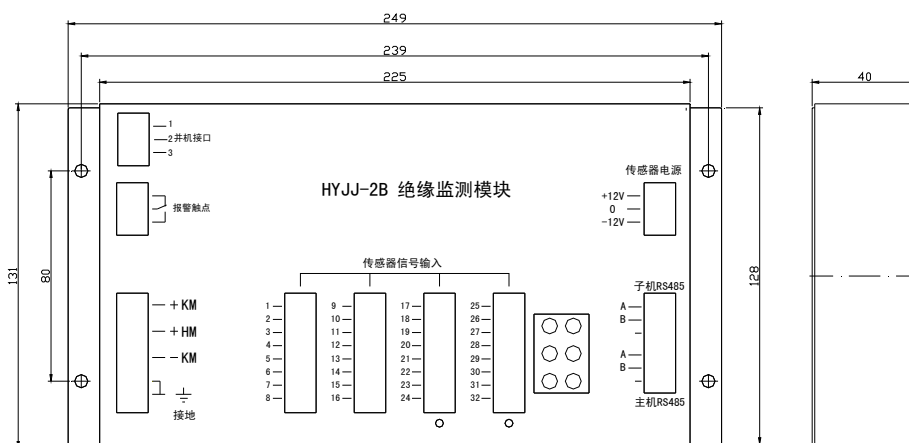

图 2 HYJJ-2B 外形图
5.3. 如果检测的回路分为控制母线和合闸母线, 路数分别为 M 和 N。首先应分别将控制母线电压和合闸母线电压接入相应的端子处。传感器的接线顺序为从 1 号输入端开始, 先接控制母线回路, 接完 M 路后, 紧跟着后面开始接合闸回路, 一直接完 N 路为止。这时, 将控母的支路数设为 M, 将合母的支路数设为 N 即可 (见图 2)。